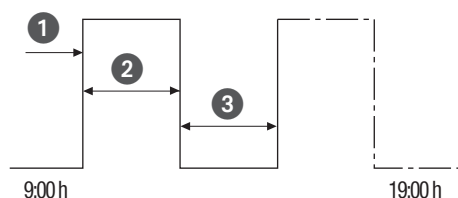

Fig. 32: Commutation de cycle
- (fig. 32/①) heure de démarrage
- (fig. 32/②) durée MARCHÉ = commutation MARCHÉ
- (fig. 32/③) durée ARRÊT = commutation ARRÊT